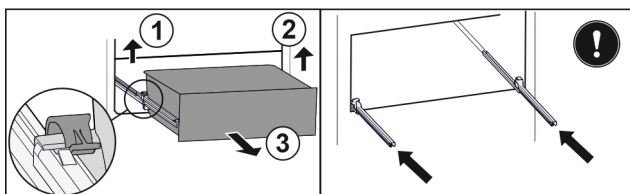

Fig. 39*
- ▶ Podnieść lewy zacisk i wysunąć jednocześnie szufladę po lewej do przodu Fig. 39 (1).*
- ▶ Podnieść prawy zacisk i wysunąć jednocześnie szufladę po prawej do przodu Fig. 39 (2).*
- ▶ Wyjąć szufladę do przodu Fig. 39 (3).*